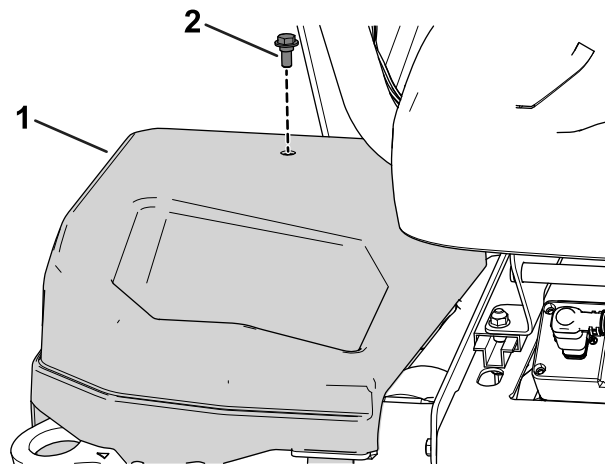

Figur 46
4. Koble hetten med seks sokler til ledningssatskontakten merket P50 (Figur 46).